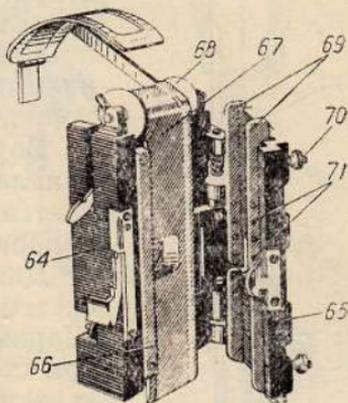

Рис. 10
**Фильмовый канал.** Фильмовый канал (рис. 10) состоит из основания 64, неподвижно закрепленного двумя винтами на передней стенке головки кинопроектора, и дверцы 65, открывающейся в сторону объектива. На основании фильмового канала укреплены неподвижная боковая направляющая 66 и жесткая легко-сменная рамка 67 кадрового окна.